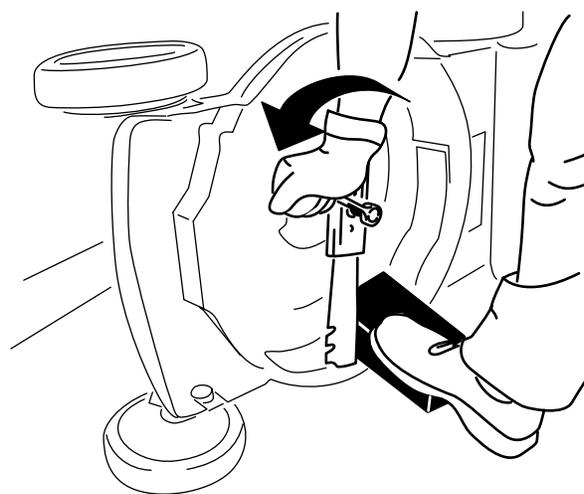

Рисунок 25
- Используйте деревянную подкладку для неподвижного удерживания ножа (Рисунок 25).
- Снимите нож, сохранив все крепежные детали (Рисунок 25).